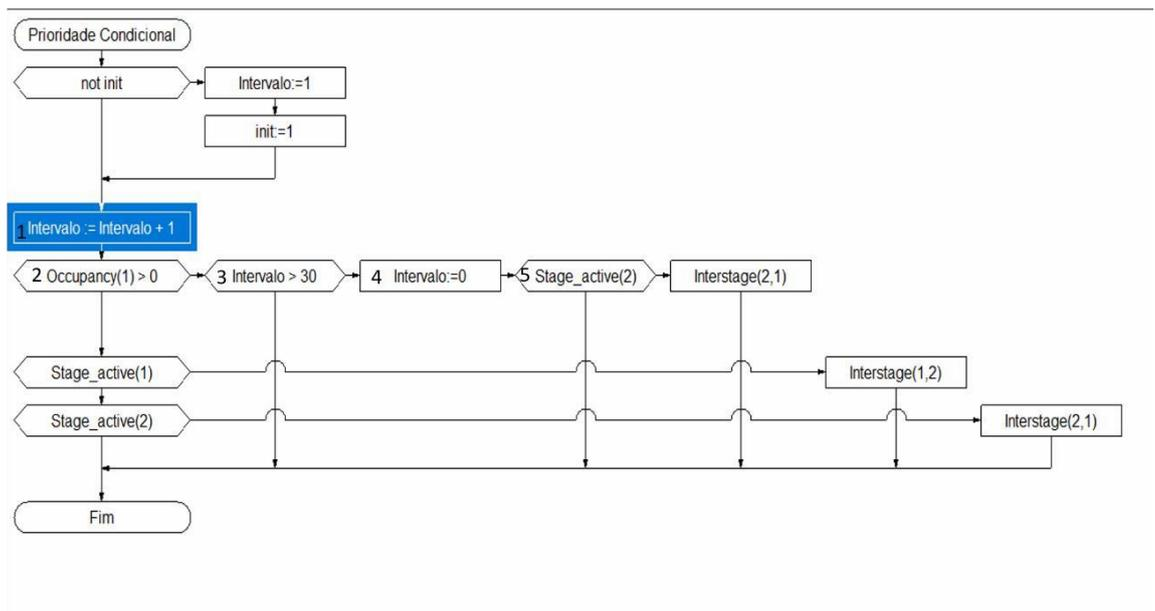

Figura 21
69. Clique em **OK**. O arquivo escolhido possui a configuração da Figura 21(n).